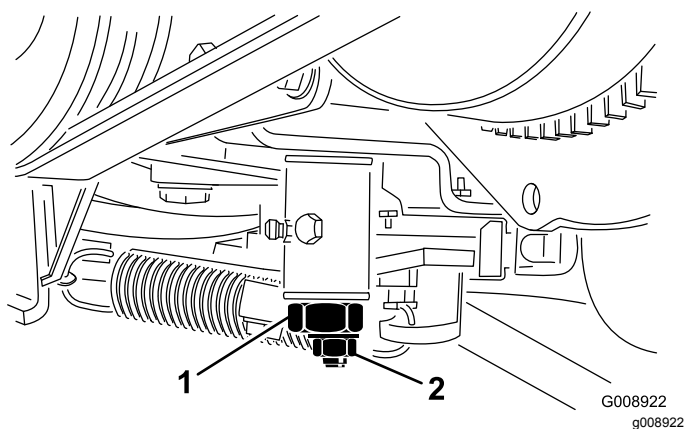

Рисунок 55
4. Ослабьте контргайку на кулачке регулировки тяги (Рисунок 55).